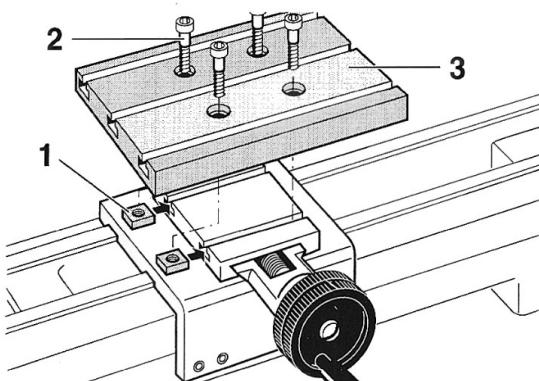

Fig. 4
5. Vierkantmuttern 1 (Fig. 4) in die Nuten des Planschlittens einschieben und Frästisch (3) mit vier Befestigungsschrauben (2) fixieren.
5. Push the square nuts 1 (Fig. 4) into the grooves in the compound slide and position the milling plate (3) with four fastening screws (2).
5. Introduire les écrous carrés 1 (fig.4) dans les fentes du chariot puis fixer la plaque (3) à l'aide des quatre vis de fixation (2).
5. Inserire i dadi quadri 1 (fig. 4) nelle scanalature della slitta trasversale e fissare la piastra per fresatura (3) con quattro viti di fermo (2).